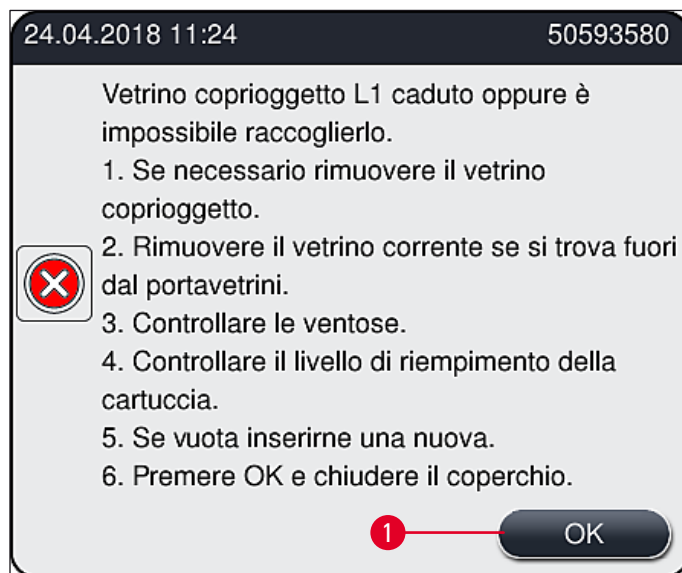

Fig. 109
Se il **modulo Pick&Place** perde un coprioggetto durante il trasferimento verso il vetrino o se il **modulo Pick&Place** non è in grado di rimuovere un coprioggetto dalla cartuccia dei vetrini coprioggetto dopo 3 tentativi, l'utente viene avvisato del problema con un messaggio di errore (→ Fig. 109).
- ① Se viene visualizzato questo messaggio (→ Fig. 109), l'utente deve prima verificare che non sia stato perso un vetrino coprioggetto durante il trasferimento verso il vetrino o che il **modulo Pick&Place** fosse in grado di agguantare un vetrino coprioggetto dalla cartuccia dei vetrini coprioggetto.